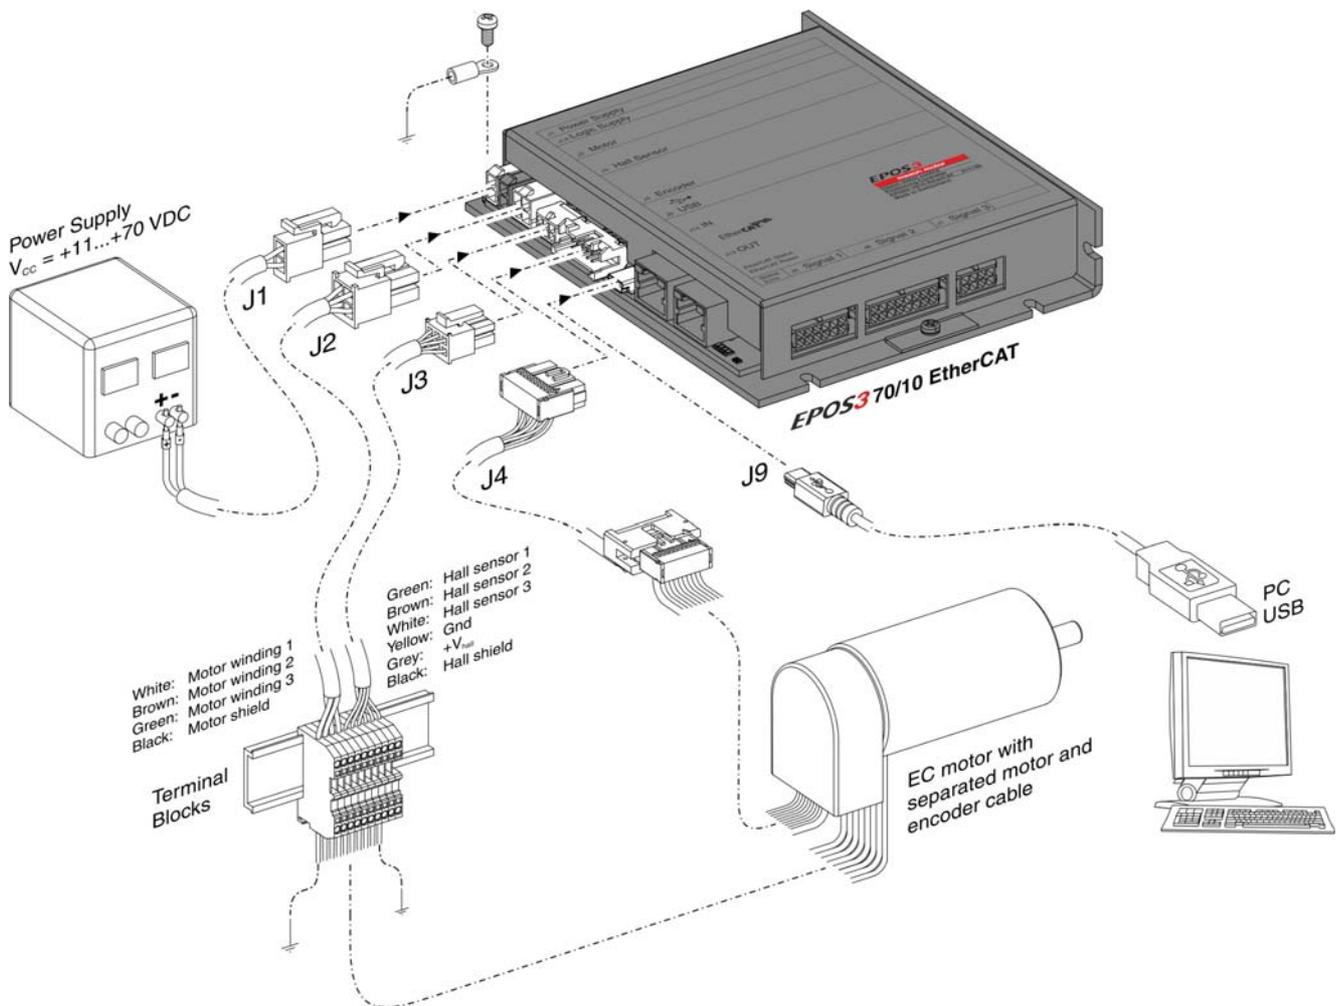

図 3-2 最小限の配線 : maxon EC motor
- 2) 下表および下図をご参考に配線作業を行って下さい。(→ 表 3-5 と 図 3-2).